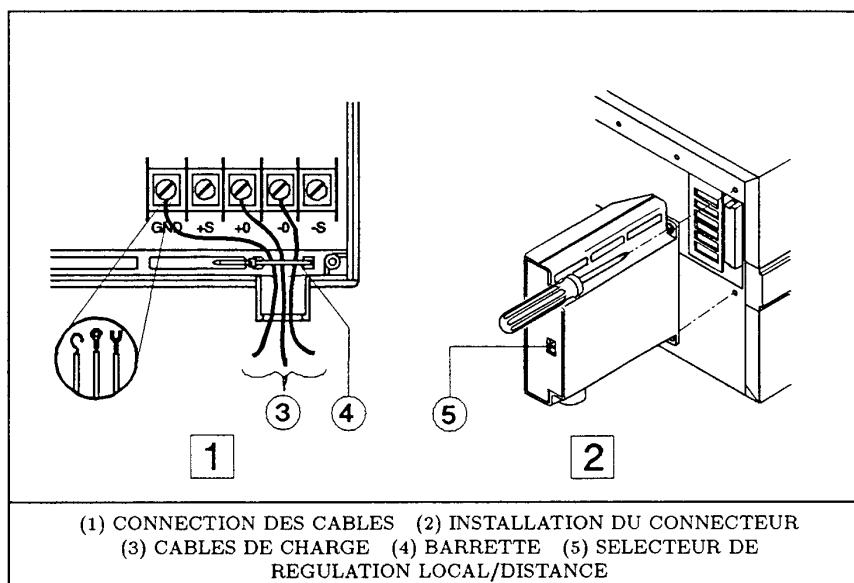
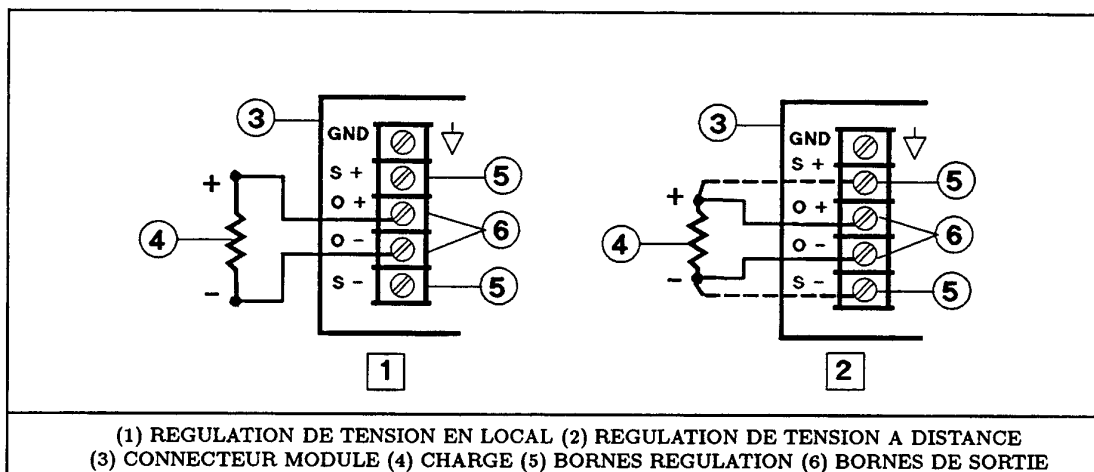

Figure 9. Connecteur de sortie du module
Figure 10. Principe de raccordement de la charge
Raccordez chacune des charges par l'intermédiaire du connecteur de sortie fourni avec le module (Voir Figure 9). Pour faciliter l'insertion de ces connecteurs, installez-les de gauche à droite comme indiqué à partir de la face arrière du panier. Pour plus de détails, voir le Guide d'installation (Tableau 2). Les bornes de sortie du module d'alimentation sont isolées de la terre. L'une ou l'autre des bornes de sortie peut être mise à la masse. La Figure 10 illustre le principe de raccordement d'une charge.
Le connecteur de sortie supporte un sélecteur (5, Figure 9) du mode de régulation Local ou Distance de la tension de sortie. La Figure 10 représente le câblage des lignes de régulation. Ne supportant pas le courant de charge, elles peuvent être en fil à faible section.
- Mode de régulation **Local/Remote** du connecteur de sortie (voir Figure 9).